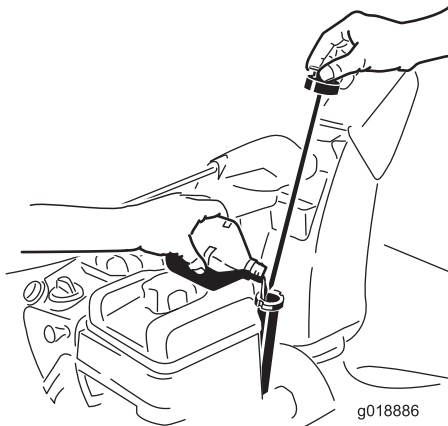

Bild 33
2. Nehmen Sie den Peilstab heraus und prüfen Sie den Ölstand (Bild 33). Füllen Sie Öl nach, wenn der Ölstand unter Auffüll-Mark am Peilstab steht. Siehe Auffüllen des Motors mit Öl.